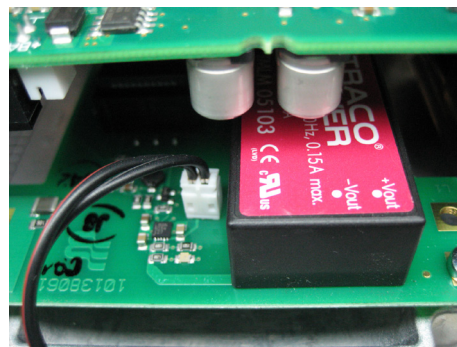

Abbildung 26: Ort der Pufferbatterie
2. Verbinden Sie die Batterie mit der Anschlussbuchse auf der Netzteilplatine. Siehe Abbildung 26.